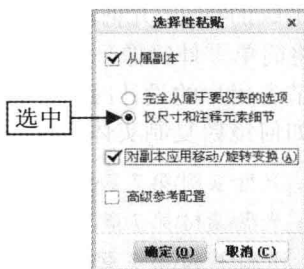

图 7-74 选中相应复选框
Step 02 单击“粘贴”右侧的下拉按钮，在弹出的下拉列表中选择“选择性粘贴”选项，弹出的下拉列表中选择“选择性粘贴”选项，弹出“选择性粘贴”对话框，选中“对副本应用移动/旋转变换”复选框，如图 7-74 所示，单击“确定”按钮。